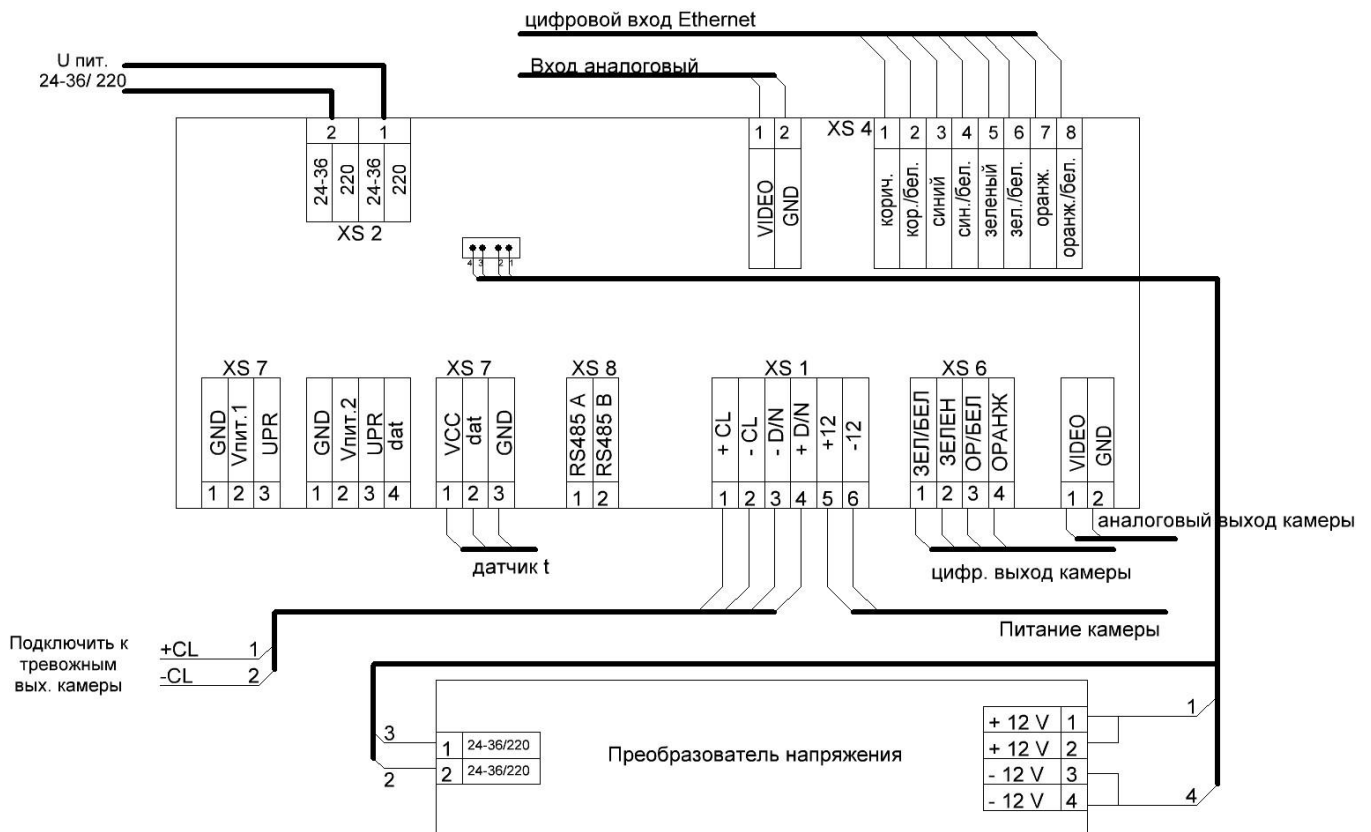
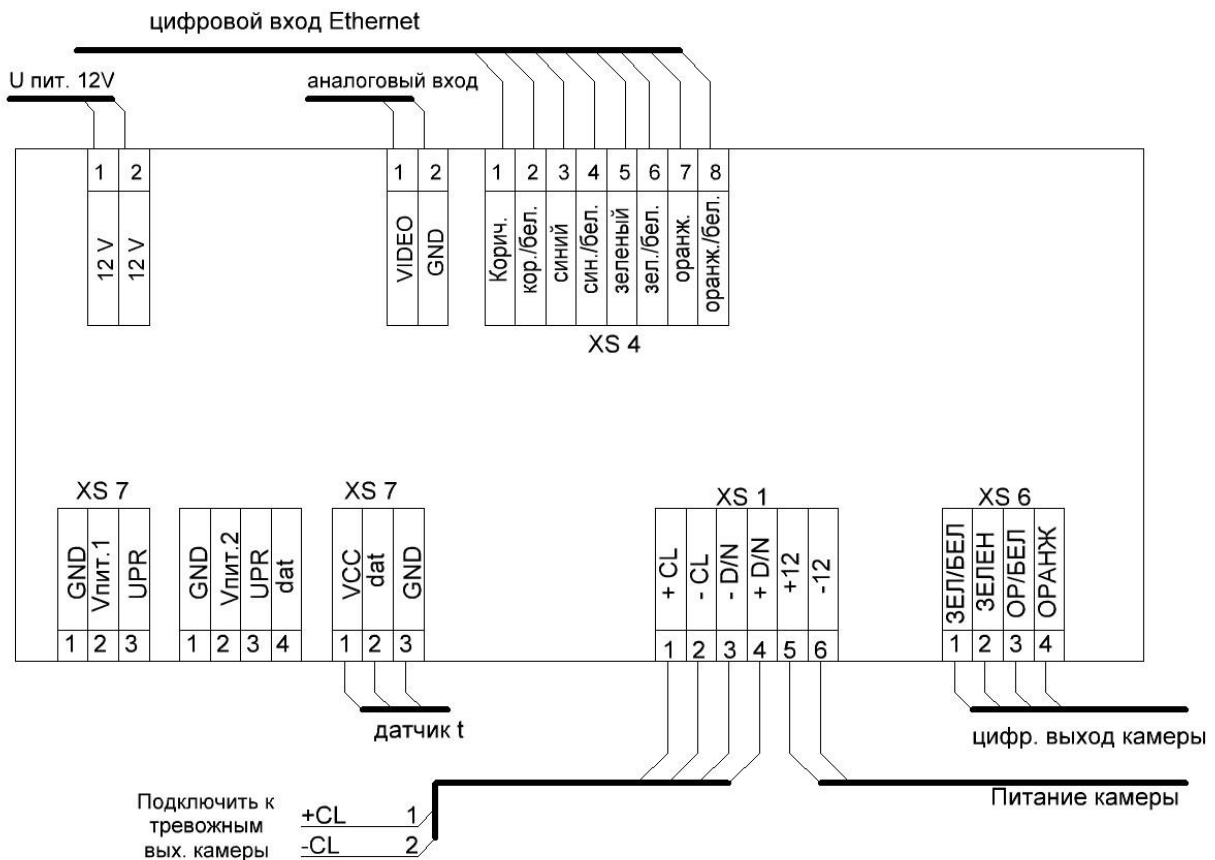

Рисунок 4.3 – Схема подключения термокожуха с напряжением питания 24–36 постоянного/переменного тока или 220 В переменного тока
Рисунок 4.4 – Схема подключения термокожуха с напряжением питания 12 В постоянного тока
5. Подключите видеокамеру к электронной плате согласно схеме подключения (Рисунок 4.3, Рисунок 4.4).